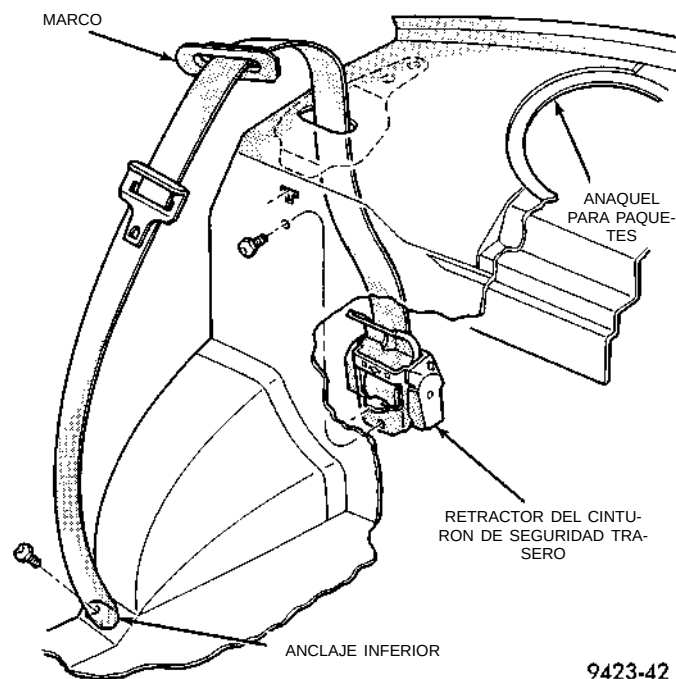

Fig. 67 Retractor del cinturón de seguridad trasero
- (1) Retire el cojín y el respaldo del asiento trasero.
- (2) Retire el marco del cinturón de seguridad de la cubierta del anaquel para paquetes.
- (3) Retire la almohadilla silenciadora de la plancha de cierre del asiento trasero según sea necesario para acceder al retractor.
- (4) Retire el perno que fija el anclaje inferior del cinturón de seguridad al suelo.
- (5) Retire el perno que fija el retractor a la plancha de cierre del asiento trasero (Fig. 67).
- (6) Presione el marco del cinturón de seguridad y la hebilla a través del orificio de acceso en el anaquel para paquetes.
- (7) Desde el interior del maletero, separe el retractor del cinturón de seguridad trasero del vehículo.